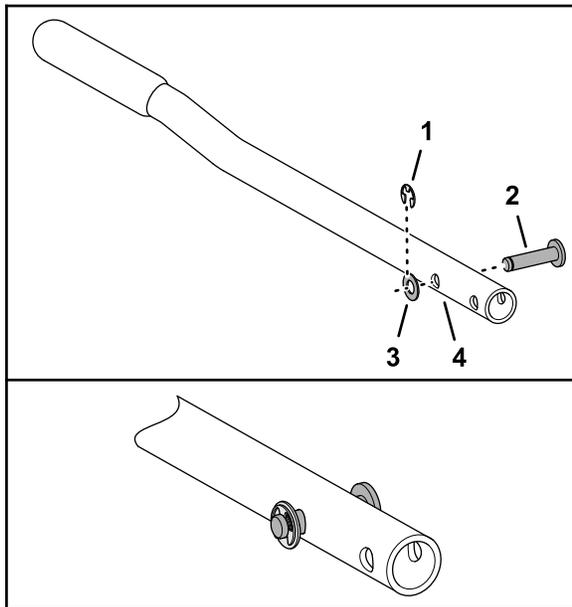

Bild 1
1. Setzen Sie den Nutenstift durch die Bohrung im Stützgriff ein, wie in **Bild 1** dargestellt.
2. Befestigen Sie den Nutenstift mit der Unterlegscheibe (6 x 19 mm) und dem Sicherungsring am Stützgriff (**Bild 1**).